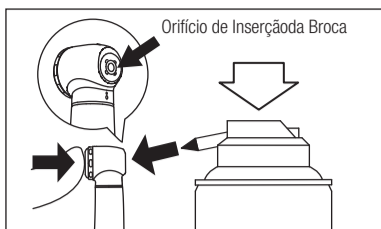

Fig. 14
- 2) Lubrifique o sistema de fixação diretamente pelo orifício de inserção da broca. (Fig.14)